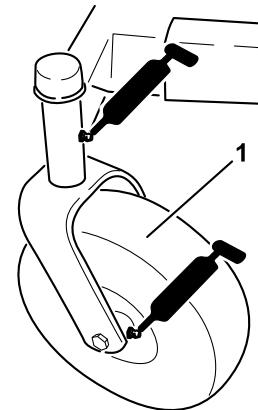
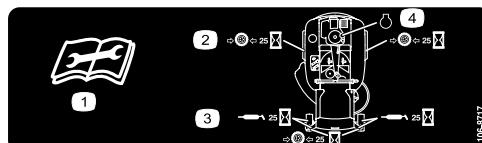

Figura 22
Figura 23
3. Pulite i raccordi d'ingrassaggio (Figura 22 e Figura 23) con un cencio, e togliete eventuali tracce di vernice davanti ai raccordi.
4. Collegate un ingassatore a pressione a ciascun ingassatore (Figura 22 e Figura 23). Pompatate del grasso nel raccordo finché non inizia a fuoriuscire dai cuscinetti.